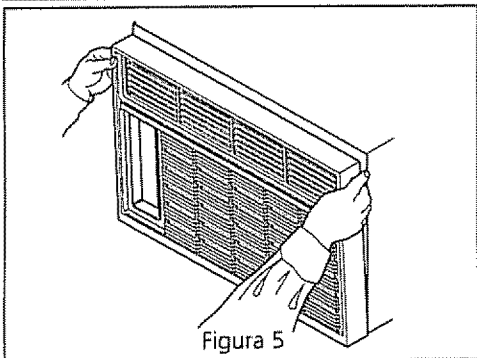
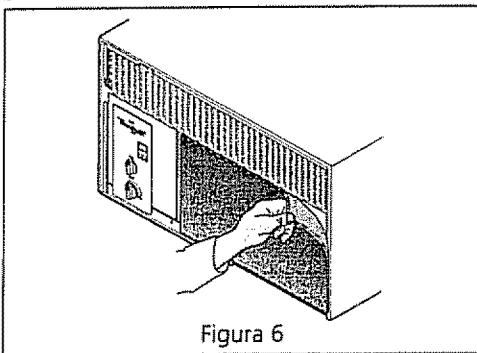

Figura 5
Figura 6
- Quite el tornillo ranurado de cada lado de la caja con un destornillador Phillips #2. Apriete el frente hacia abajo y jálelo hacia usted para desprenderlo de su traba (Figura 5). Levante el frente. Saque el filtro de su hueco (Figura 6).